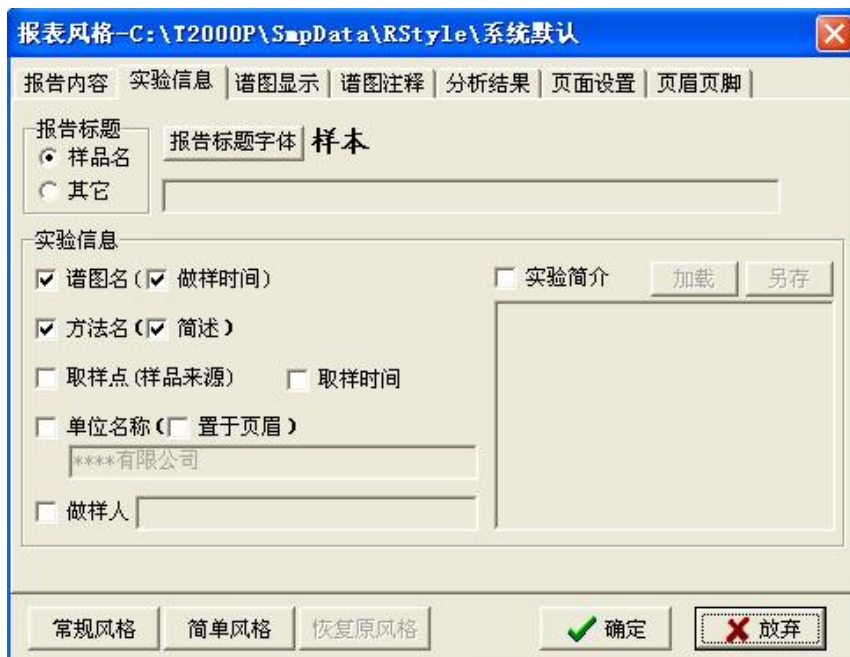

图 4-8
1.6.1 点击“风格”或“报告风格”菜单中的“修改”，可弹出“报告风格”对话框。如图 4-8 所示：